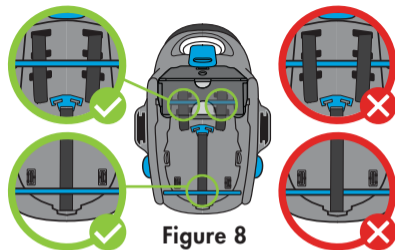

Figure 8
- Placez les sangles du harnais d'épaule et la sangle de réglage du harnais entre les barres de fixation de la base et le dessous du porte-bébé, comme indiqué à la **Figure 8**.